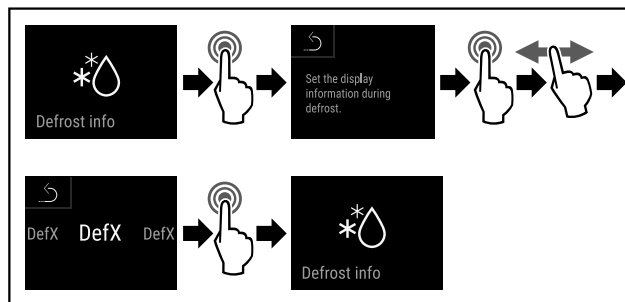

Fig. 135
- Handlungsschritte (siehe Fig. 135) durchführen.